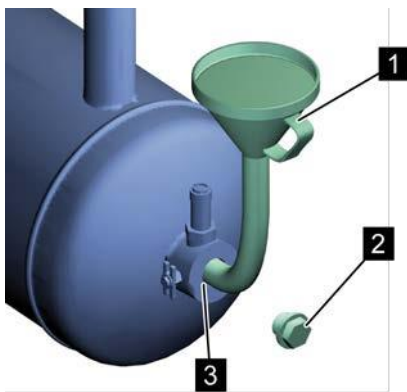

Рис. 36: Заливной штуцер
6. При помощи воронки (Рис. 36/1) залейте охлаждающую жидкость до заливной кромки заливного штуцера (Рис. 36/3).
8. Вставьте резьбовую пробку наливного отверстия (Рис. 36/2) и затяните ее ↻ Приложение В «Моменты затяжки винтов» на странице 126.